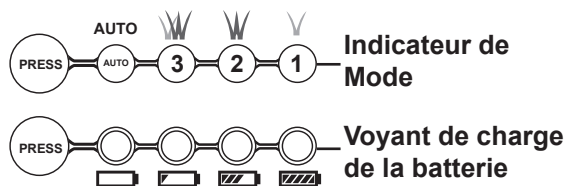

Fig. 13
Le panneau de contrôle (5) sur la barre de poignée supérieure peut être utilisé pour ajuster la puissance du moteur et indique le statut de la batterie (Fig. 13).